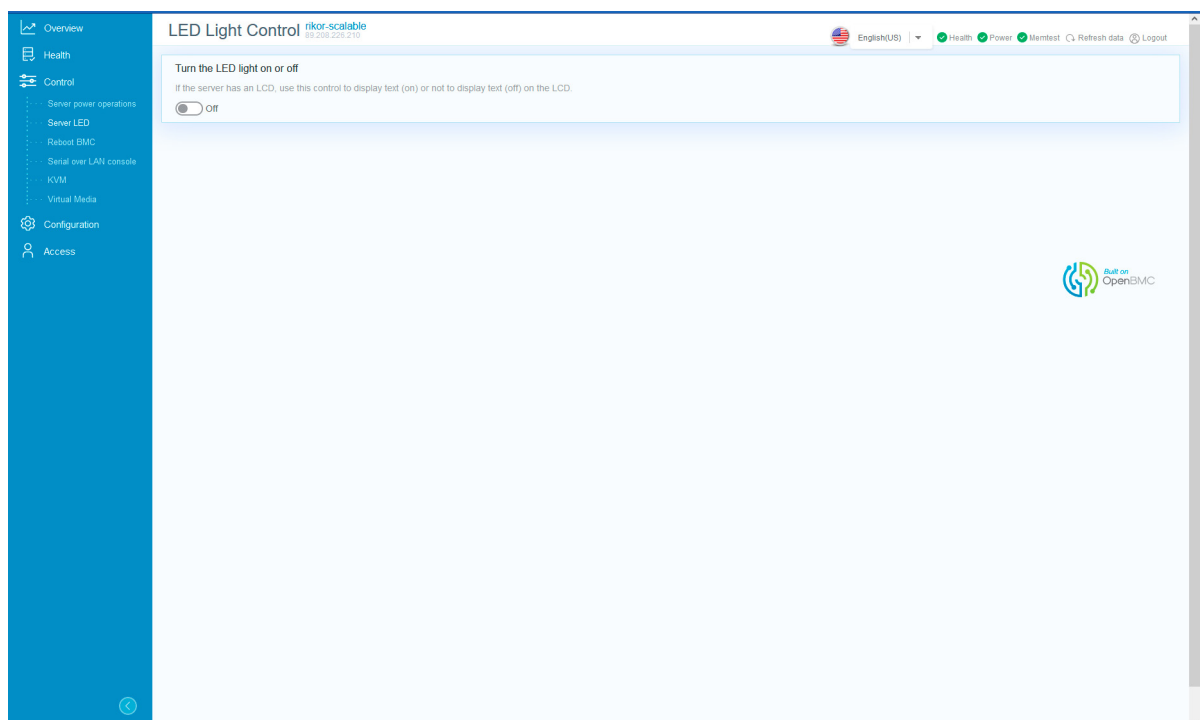

Рис. 83. Окно «Server LED»
- 3) Пройдите во вкладку «Control» → «Server LED» в данной вкладке осуществляется управление светодиодом идентификации сервера в серверной стойке. В поле «Turn the LED light on or off» установите переключатель в активное положение чтобы включить светодиод индикации сервера. Окно показано на рис. 83 Окно «Server LED»